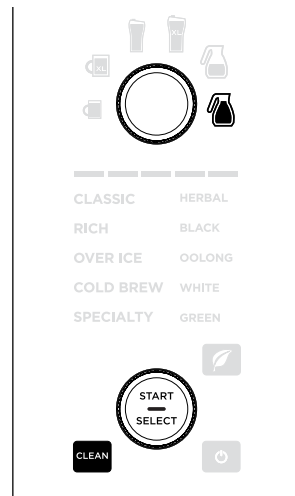

Fig. 22
- 3 Cuando el depósito de agua esté lleno con la mezcla de solución de limpieza y agua, presione el botón CLEAN (limpieza) (**Fig. 22**).